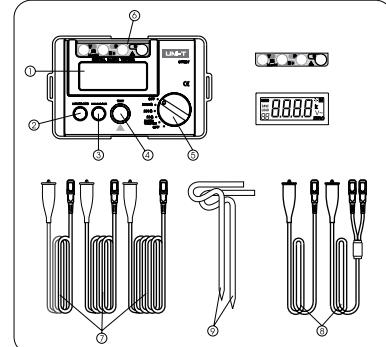

图 1
**四、仪器外观及配件：(如图1)**
- ① LCD显示屏
- ② LIGHT/LOAD键
- ③ HOLD/SAVE键
- ④ TEST键
- ⑤ 功能选择开关
- ⑥ 测试端口
- ⑦ 标准测试线
- ⑧ 简易测试线
- ⑨ 辅助接地钉